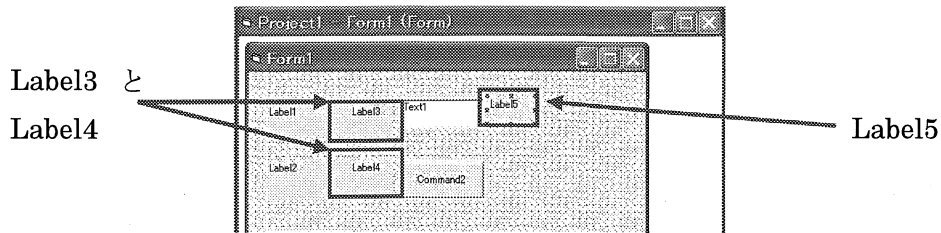

図 3.10 単位を現す Label
- d. 変位と荷重の単位を表示するために、図 3.10 に示す位置に、Label3、Label4 と Label5 を貼り付ける。